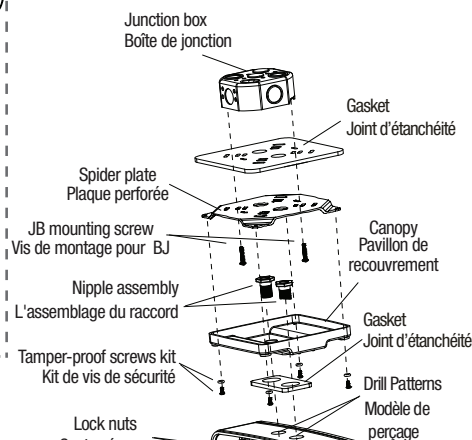

Fig. 2
- 4.b For Ceiling (Fig. 2) or End Mount (Fig. 3) installation only, drill the appropriate hole following the designated drill pattern on the top or side of the housing. Align the gasket with the hole and paste it properly on the housing. Attach the housing with the canopy using the nipple assembly and lock nut(s). Align and paste the second gasket on the spider plate. Route the proper wire through the housing, canopy and spider plate holes.
- 4.b Pour l'installation au plafond (Fig. 2) ou l'extrémité (Fig. 3) seulement, percer le trou appropriés en suivant le modèle de perçage désigné sur le côté supérieur ou latéral du boîtier. Aligner le joint d'étanchéité avec le trou et le coller de façon approprié sur le boîtier. Fixer le boîtier avec le pavillon de recouvrement en utilisant l'assemblage du raccord et les contre-écrous. Aligner et coller le deuxième joint d'étanchéité sur la plaque perforée. Passer les fils électriques par l'orifice du boîtier, du pavillon de recouvrement et de la plaque perforée.
7.a For Ceiling and End mount installation only, attach the canopy with the spider plate using the four tamperproof screws and four o-rings (use the tamperproof bit CR-VT15 provided in the hardware bag). Tighten the lock nuts and the screws enough to compress the gasket to ensure a good sealed joint (Fig. 2 & 3).
7.a Pour installation au plafond ou l'extrémité seulement, fixer le pavillon de recouvrement ensemble avec la plaque perforée en utilisant les quatre vis de sécurité et les quatre anneaux d'étanchéité (utiliser l'embout TORX CR-VT15 fourni dans le sachet de pièces). Serrer les vis suffisamment pour comprimer le joint d'étanchéité pour assurer un joint scellé (Fig.2 et 3).